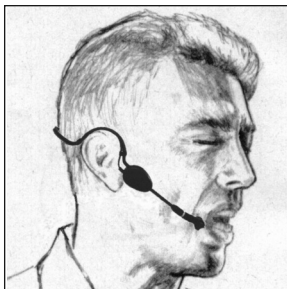

Abb. 1: Mikrofon aufsetzen
1. Setzen Sie das Mikrofon wie in Abb. 1 gezeigt auf.